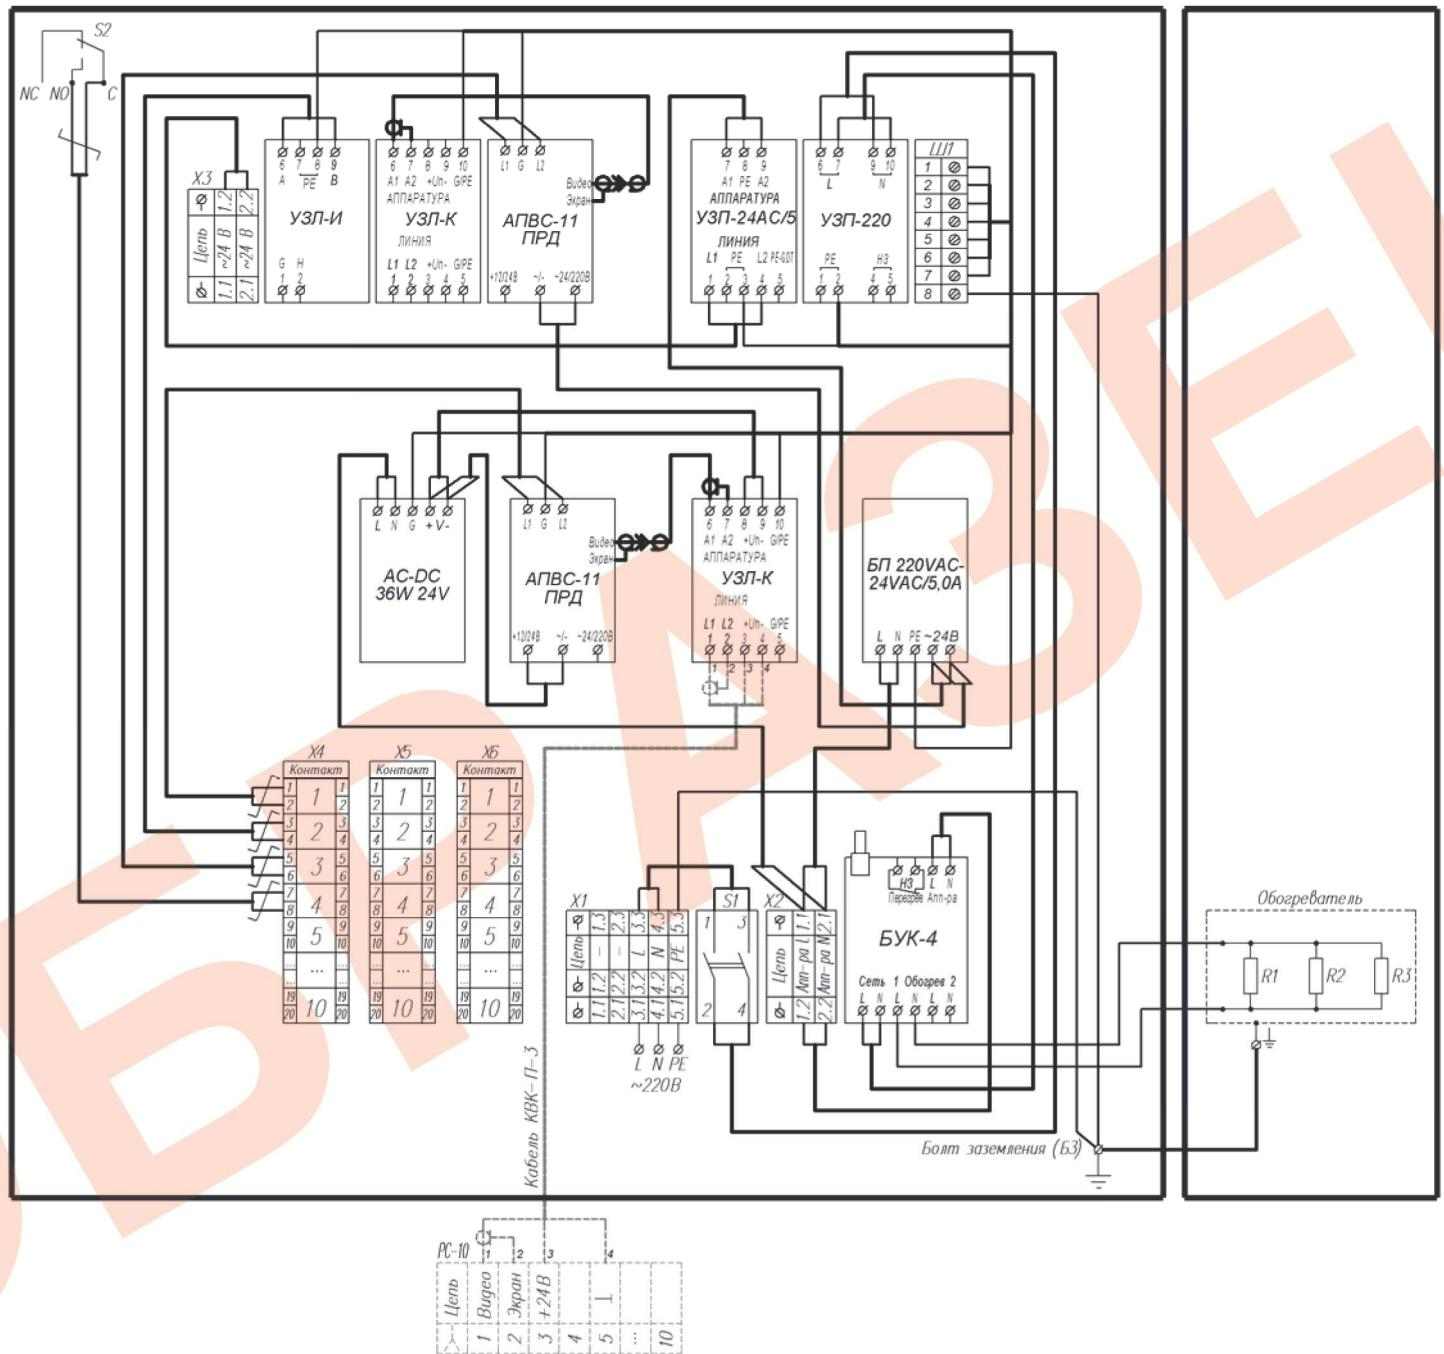

Рис. 1 Схема электрическая принципиальная
Подключение цепей термошкафа производится в соответствии со схемой электрической принципиальной (рис.1). Для подключения необходимо:
- подключить кабель питания ТКП к клеммам Х3 (рис.1);